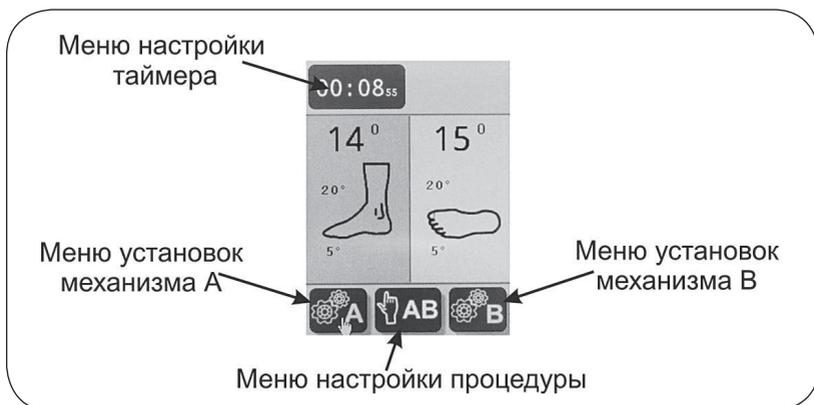
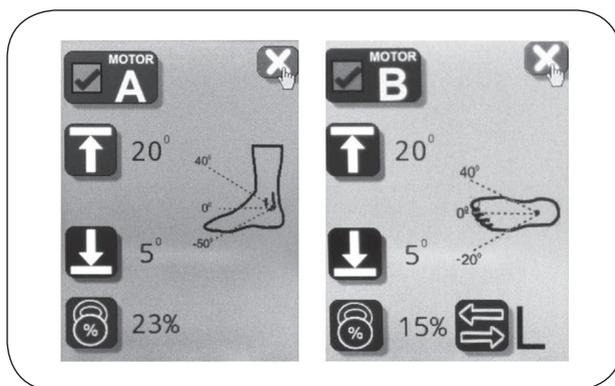

Рисунок 7.4 – Дисплей режима готовности
Рисунок 7.5 – Дисплей режима задания параметров механизмов
По окончании загрузки на дисплее отображается дисплей режима готовности (см. рис. 7.4).
7.2. Дисплей режима готовности (см. рис. 7.4).
7.3 Дисплей режима задания параметров механизмов (см. рис. 7.5).
После однократного нажатия любой кнопки Аппарат перейдет в режим «Пауза», о чем сообщит мигающая в зоне С пульта управления иконка  . При этом дисплей находится в режиме готовности (см. рис. 7.4): иконки панели становятся активными, и появляется возможность оперативно изменить (скорректировать) режим работы аппарата.
<p>Задание амплитуды движения (углов подошвенного (тыльного) сгибания/пронации (супинации)) Амплитуда движения это рабочий диапазон, внутри которого происходит движение исполнительных механизмов каждого двигателя. Настраиваются крайние положения. Минимальные и максимальные значения индивидуальны для каждого пациента и режима работы. Шаг настройки - 1°.</p> <p>Настройка амплитуды может осуществляться двумя способами:</p> <p>1. Аппарат находится в стационарном состоянии. Пользователь знает требуемый диапазон.</p> <p>1.1. Для задания амплитуды движения для мотора А необходимо зайти в меню установок механизма А (рис.7.4).</p> <p>1.2. С помощью кнопок ,  перевести курсор на символ  и нажать кнопку  (рис. 7.5). Задать требуемое верхнее значение диапазона для мотора А (для увеличения угла нажмите кнопку , для уменьшения - ).</p> <p>1.3. Нажать кнопку  для подтверждения заданного значения и выхода из меню задания верхнего значения диапазона.</p> <p>1.4. С помощью кнопок ,  перевести курсор на символ  и нажать кнопку  (рис. 7.5). Задать требуемое нижнее значение диапазона для мотора А.</p> <p>1.5. Нажать кнопку  для подтверждения заданного значения и выхода из меню задания нижнего значения диапазона.</p> <p>1.6. С помощью кнопок ,  перевести курсор на символ , нажать на кнопку  и выйти из меню настроек механизма А.</p> <p>1.7. Повторить действия по п. 1.1 -1.6 для задания амплитуды движения мотора В.</p> <p>2. Первичная настройка под пациента, выбор допустимых углов (активный поиск угла) Задание угла осуществляется последовательным движением в выбранную точку.</p> <p> ВНИМАНИЕ! Для первичной настройки под пациента (задания амплитуды движения механизмов А и В) необходимо пациента разместить на аппарате и выполнить подстройку в соответствии с разделами 6.2, 6.3 настоящего руководства.</p> <p>Для задания амплитуды движения необходимо:</p> <p>2.1. Зайти в меню установок механизма А (рис.7.4).</p> <p>2.2. С помощью кнопок ,  перевести курсор на символ  и нажать кнопку  (рис. 7.5). Одновременно с удержанием кнопки , кнопками  или , выставить верхнее значение диапазона для мотора А, которое не будет вызывать болевых ощущений в суставе у пациента.</p>
<p>2.3. Нажать кнопку  для подтверждения заданного значения и выхода из меню задания верхнего значения диапазона мотора А. На экране около символа  появится записанное значение.</p> <p>2.4. С помощью кнопок ,  перевести курсор на символ , нажать на кнопку  и выйти из меню настроек механизма А.</p> <p>2.5. Зайти в меню установок механизма В (рис.7.4) и повторить действия по п. 2.2 - 2.4 для задания верхнего значения амплитуды движения мотора В.</p> <p>2.6 Повторить действия по п.п. 2.1 - 2.5 для установки нижнего значения  амплитуды движений моторов А и В.</p> <p> ВНИМАНИЕ! Установленные значения и фактически измеренный угол могут незначительно отличаться.</p>